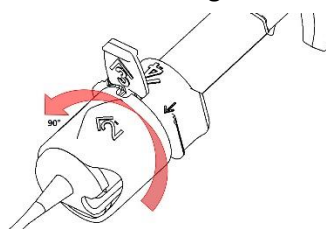

Fig. 2a
4. Răsuciți inelul transparent rotativ în direcția indicată de săgeată plată '2' în sensul invers acelor de ceasornic cu 90° până când auziți un clic distinctiv care indică blocarea pe poziție (Fig. 2a).